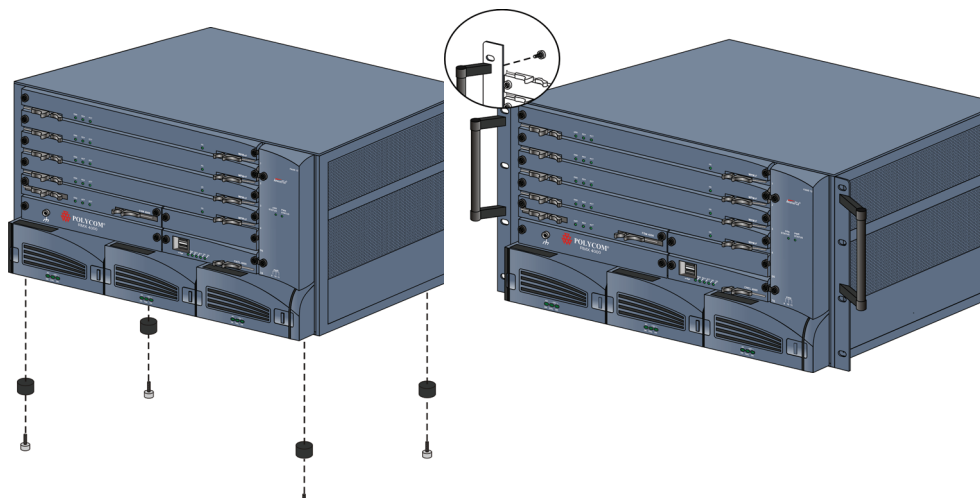

Рис. 1-1 *Необязательно – быстрое снятие рукояток и ножек*
- Не обязательно – в зависимости от стойки может понадобиться снять прикрепленные к RMX 4000 ручки. Открутите ручки от шасси, как показано на Рис. 1-1, “Необязательно – быстрое снятие рукояток и ножек”.
- Не обязательно – если для установки RMX 4000 в стойке выделено место высотой 6U, для установки RMX 4000 в стойку необходимо снять ножки. Открутите ножки от шасси, как показано на Рис. 1-1, “Необязательно – быстрое снятие рукояток и ножек”.